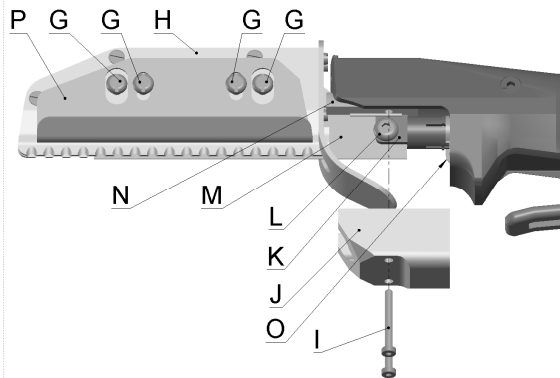

Abb. 4 Messerwechsel Gerät EFA-S5 L
Der Fingerschutz (Pos. J, Abb.4) ist ein Sicherheitsbauteil und verhindert schwere Schnittverletzungen an Körpergliedmaßen.
1. 4St. Schrauben (Pos. G, Abb.4) mit einem Schlitzschraubendreher entfernen und Klingenschutz (Pos. H, Abb.4) und Stützwinkel (Pos. P, Abb.4) vorsichtig nach vorne abziehen.
2. 2St. Schrauben (Pos. I, Abb.4) mit einem Innensechskantschlüssel entfernen und vorsichtig den Fingerschutz (Pos. J, Abb.4) nach unten abziehen.
3. Schraube (Pos. L, Abb.4) mit einem Innensechskantschlüssel lösen und Klinge (Pos. M, Abb.4) entnehmen.
4. Ersatzklinge (Pos. M, Abb.4), Schraube (Pos. L, Abb.4) und Stützscheibe (Pos. K, Abb.4) montieren.
(Pos. K, Abb.4) und auf einen leichtgängigen Lauf des Messers (Pos. M, Abb.4) achten. Messer muss in der Nut des Rückenbalkens (Pos. N, Abb.4) geführt werden.
5. Schraube (Pos. O, Abb.4) kontrollieren. Drehmoment 3 Nm.
6. Fingerschutz (Pos. J, Abb.4) Klingenschutz (Pos. H, Abb.4) und Stützwinkel (Pos. P, Abb.4) wieder montieren. Klingenschutz und Stützwinkel mit den Schrauben (Pos. G, Abb.4) auf ideale Lage zum Messer (Pos. M, Abb.4) einstellen.